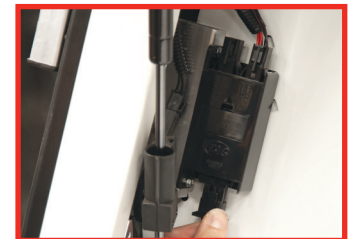

Fig. 9
8. Tirer le faisceau du boîtier à fusibles dans la boîte de camionnette, puis insérer le connecteur du faisceau dans le boîtier à fusibles de la caisse. Cf. Fig. 9. Tendre ensuite les fils du faisceau dans le trou d'accès de la caisse. Arranger le faisceau dans la boîte. Fixer le faisceau sous la camionnette avec les attaches fournies. Aucun fil ne doit être visible ni pendre sous la camionnette.